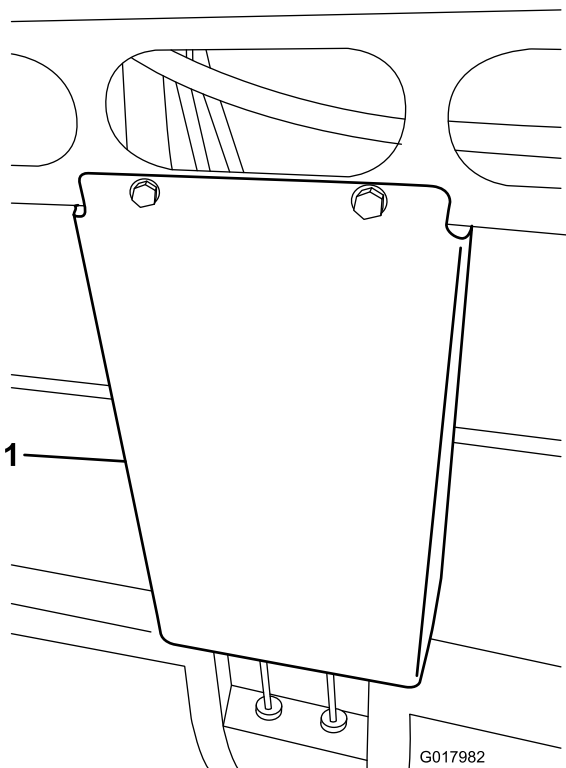

Рисунок 1
8. Снимите щиток, закрывающий гидравлические линии, под передней средней частью машины (**Рисунок 1**).